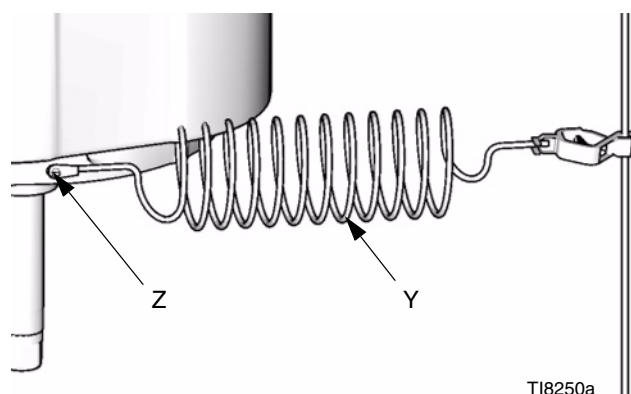

FIG. 1
**Bomba:** Utilice un tornillo de conexión a tierra (Z) y la arandela de seguridad del motor para fijar un cable 244524 de conexión a tierra (Y). Apriete el tornillo firmemente. Conecte el otro extremo del cable de conexión a tierra a una tierra verdadera. Vea FIG. 1.